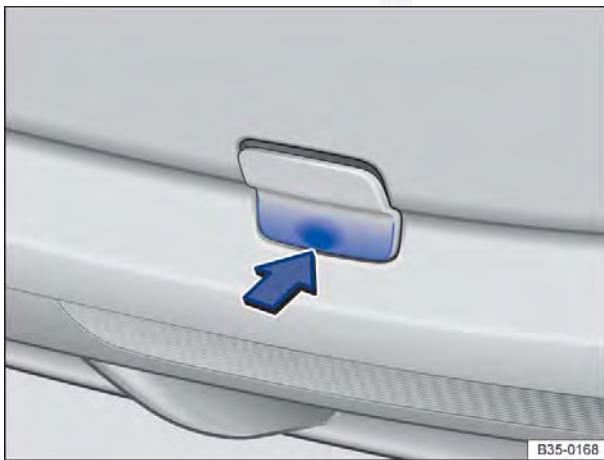

Fig. 261 No para-choque traseiro à direita: remover a cobertura.
O alojamento da argola de reboque rosqueável está localizado à direita do para-choque traseiro, atrás de uma cobertura ⇒ Fig. 261. Em *veículos com dispositivo de reboque instalado de fábrica*, atrás da cobertura **não** há um alojamento para a argola de reboque rosqueável. Para rebocar, bascular para fora ou montar e utilizar a rótula de engate e utilizá-la ⇒ Página 149, ⇒ ⓐ.
- Pressionar na área inferior da cobertura ⇒ Fig. 261 no sentido da seta para soltar o encaixe da cobertura.